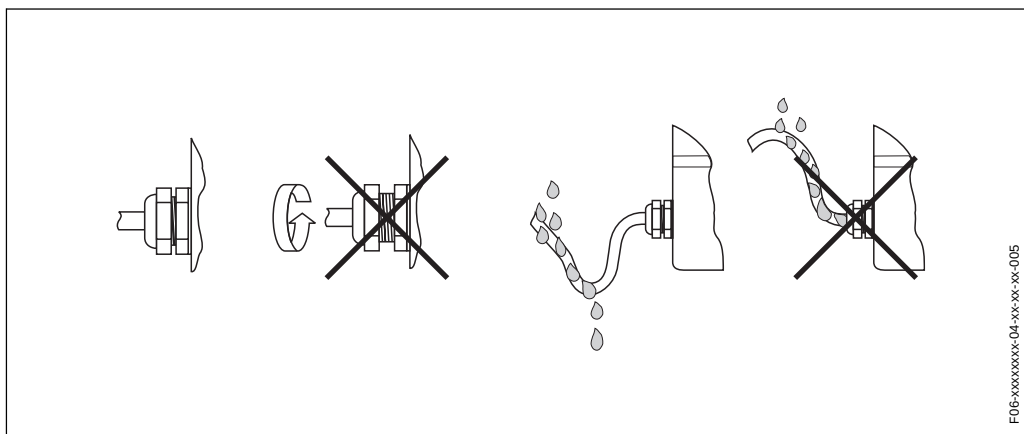

Fig. 41: Instrucoes de instalacao, entradas de cabo
- Aperte firmemente as entradas de cabo (Fig. 41).
- Os cabos devem ser lancados para baixo antes das entradas de cabos ("water trap", Fig. 41). Este arrange previne que a umidade penetre na entrada. Sempre instale o instrumento de medicao de tal modo que as entradas de cabo nao apontem para cima.